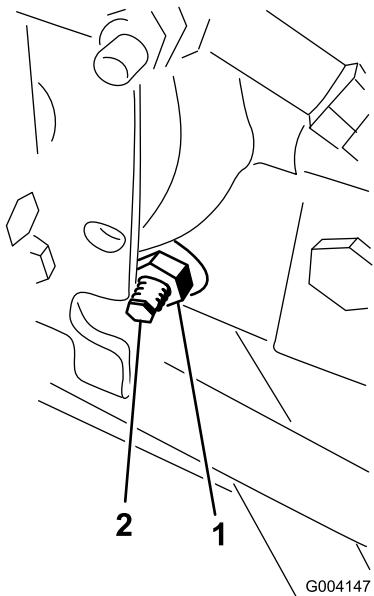

Figura 66
3. Dal lato destro dell'idrostato, allentate il dado di bloccaggio sulla camma di regolazione della trazione (Figura 66).